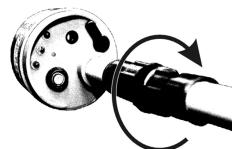

Рис.1 Включение указателя напряжения путем скрутки рабочей части и изолирующей штанги.
3.3.1. Включение указателя (см. рис.1) осуществляется путём скручивания рабочей части и изолирующей штанги указателя, после чего указатель переходит в режим начальной самопроверки.